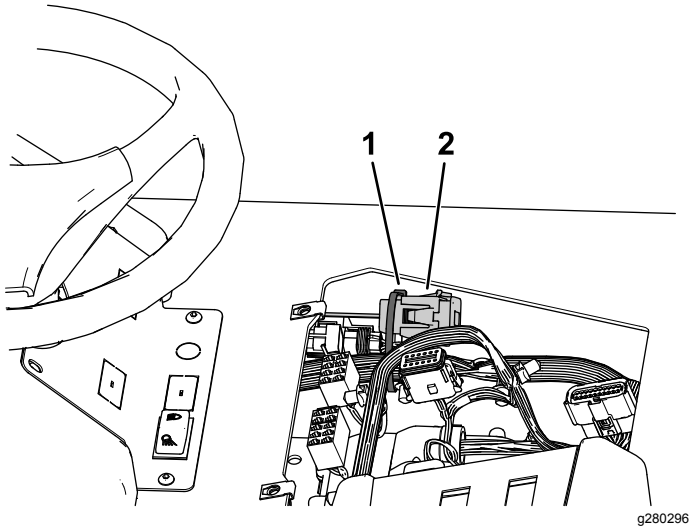

Figura 15
2. Collegate l'estremità del gruppo contaore wireless alla porzione del cablaggio preassemblato del cruscotto riportante l'etichetta HR-METER che si trova a sinistra dell'apertura del pannello di controllo (Figura 15).
3. Fissate il contaore wireless al cablaggio con la fascetta per cavi (Figura 15).